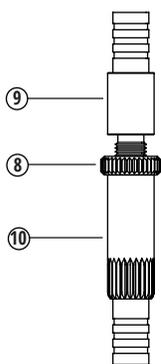

Figura 13
- Para que a suspensão volte a travar, deve-se realizar o processo inverso, ou seja, destravar a porca (8) e afastar o regulador inferior (10) até atingir a condição de trava com a alavanca acionada. Após isso, deve-se encostar novamente a porca (8) no regulador inferior (10) para travar o sistema de regulagem (Figura 13).